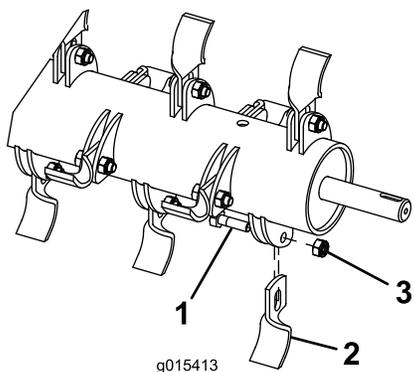

Figura 12
1. Tenendo la lama in uno straccio o in un guanto imbottito, rimuovete il dado, il bullone della lama e la lama (Figura 12).
2. Montate una nuova lama con un dado e un bullone della lama nuovi (Figura 12).